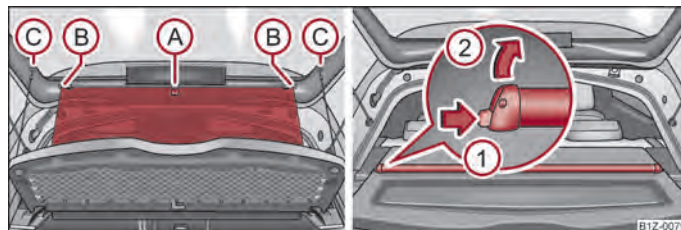

Fig. 36 Desenrollar/desmontar la cortinilla antisolar enrollable
- Extraer la cortinilla antisolar enrollable por el lazo ① y colgarla en el soporte ② ⇒ fig. 36.